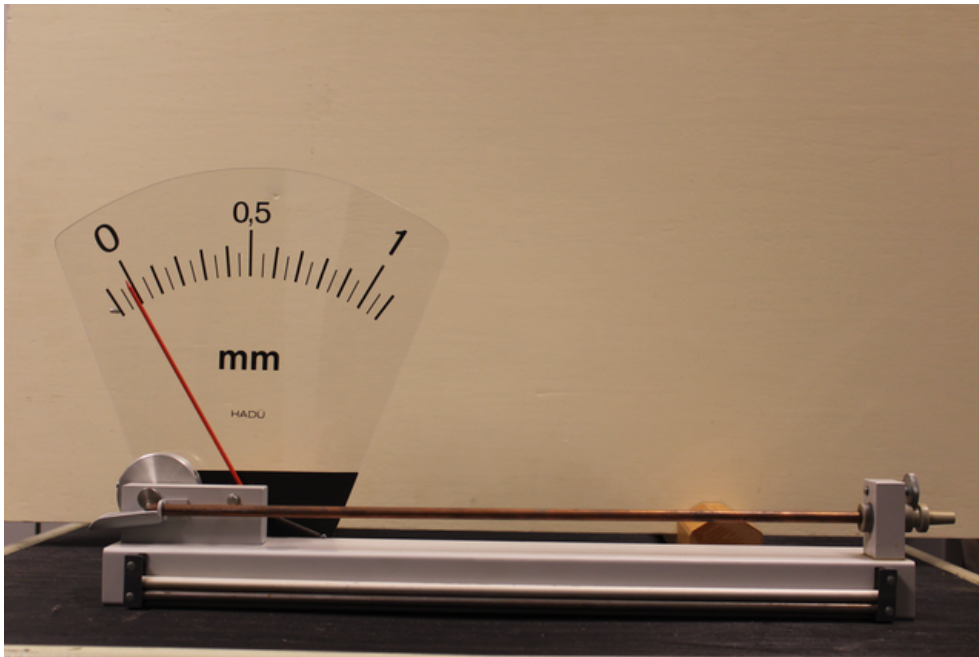

Abb. 2: Vorrichtung zur Messung thermischer Ausdehnung an Al, Cu und Stahl.
- Die Ausdehnung unterschiedlicher Materialien wird mit einem speziellen Aufbau nachgewiesen (Abb. 2)